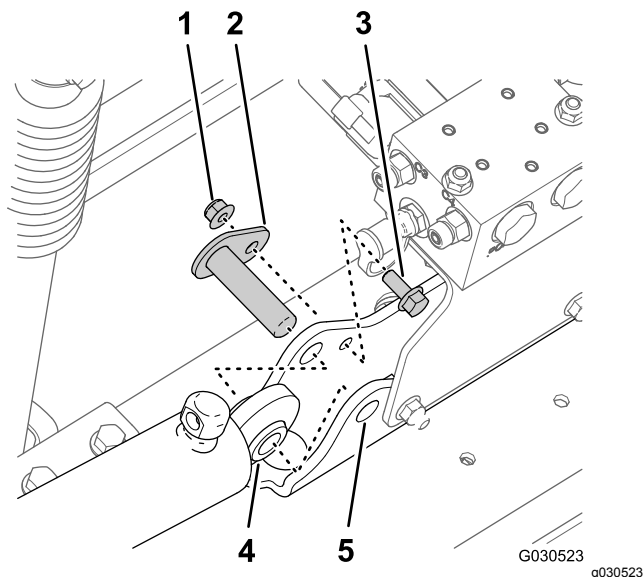

Figura 64
4. Rimuovete il dado di bloccaggio flangiato (5/16") e il bullone a testa flangiata (5/16" x 3/4") che fissano il perno orientabile al supporto del cilindro (Figura 64).
5. Rimuovete il perno orientabile e il cilindro di sollevamento dalla macchina (Figura 64).